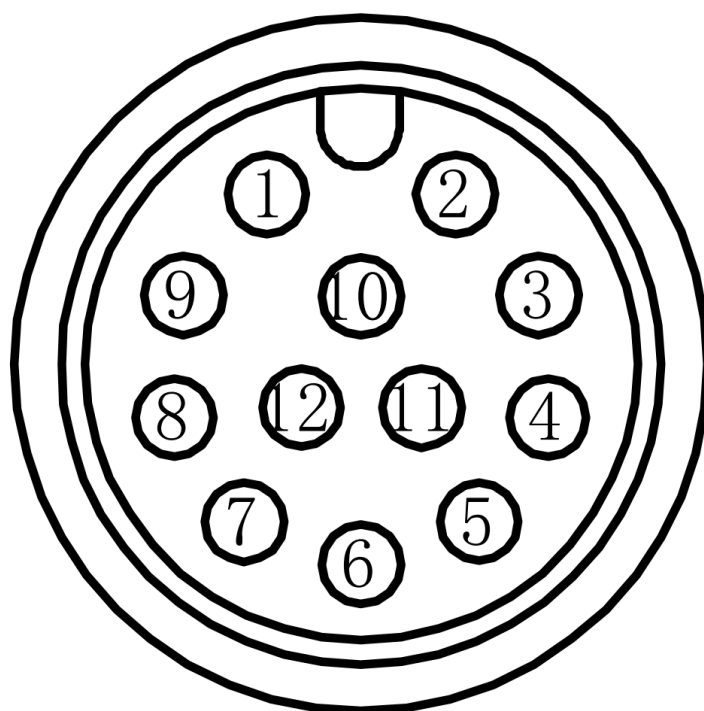
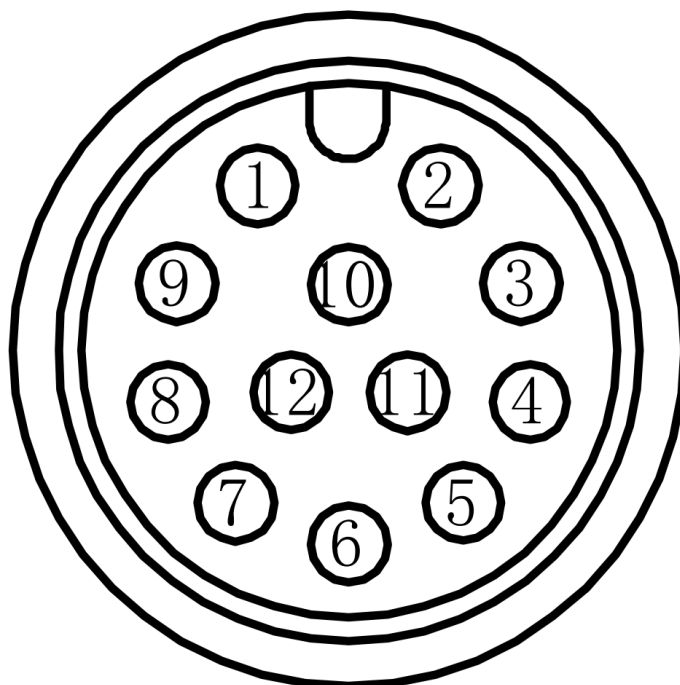

图 2-2 电源端口
图 2-3 数字量输入输出 (I/O)、通信端口
- ① 一体化夹爪的安装方向要使散热片的方向与系统的散热风道一致，以保证良好的散热效果。
- ② 一体化夹爪的接线端面至少预留30mm的空间，以便于维护操作。
- ③ 一体化夹爪接线要在离夹爪30~40mm处有硬支撑绑扎，以防止长时间振动插头松动。
- ④ 一体化夹爪在给其供电之前，要确认连接通信线缆、电源线缆是否正确，需要使用IO功能的要连接对应的IO线缆（推荐使用本公司的标准线缆）。
- ⑤ 可根据本公司选配的通信线缆正确选型安装组网，可选终端匹配头安装在网络的终端位置，实现信号终端匹配。
- ① 不要使电线“弯曲”或对其施加“张力”。
- ② 连接器连接时，请确认连接器内没有垃圾或者金属片等异物。
- ③ 在线缆保持连接的状态下进行搬运作业时，请务必握住一体化电机主体。如果只抓住线缆进行搬运，则可能会损坏连接器或者拉断线缆。
- ④ 如果使用弯曲线缆，则应在配线作业中充分注意，勿向连接器部分施加应力。如果向连接器部分施加应力，则可能会导致连接器损坏。
- ⑥ 安装产品时请务必根据图2-2和图2-3产品结构图中要求，确认装配所使用的螺钉型号和长度，装配螺钉锁紧深度不得超过图中的安装螺纹孔深度，使用螺钉过长会对夹爪造成损坏。